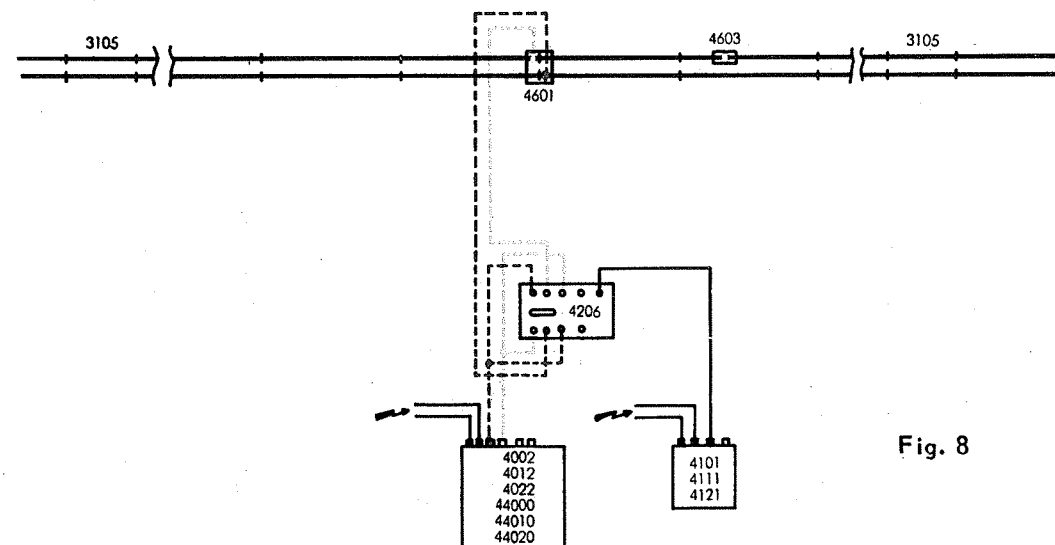

Fig. 8
b) Relais 4206 impiegato come inversore automatico di polarità, (fig. 8)